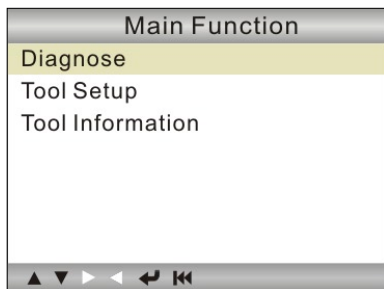
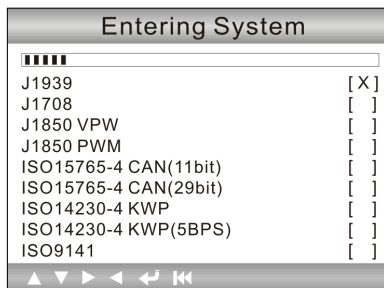

Abbildung 4-1
Abbildung 5-1
6. Das Gerät schaltet Selbstständig in das Hauptmenü Abbildung 4-1.
In Abbildung 4-1, drücken Sie [↵] die einzelne Protokolle werden einzeln Abgefragt, wie in Abbildung 5-1 zusehen: